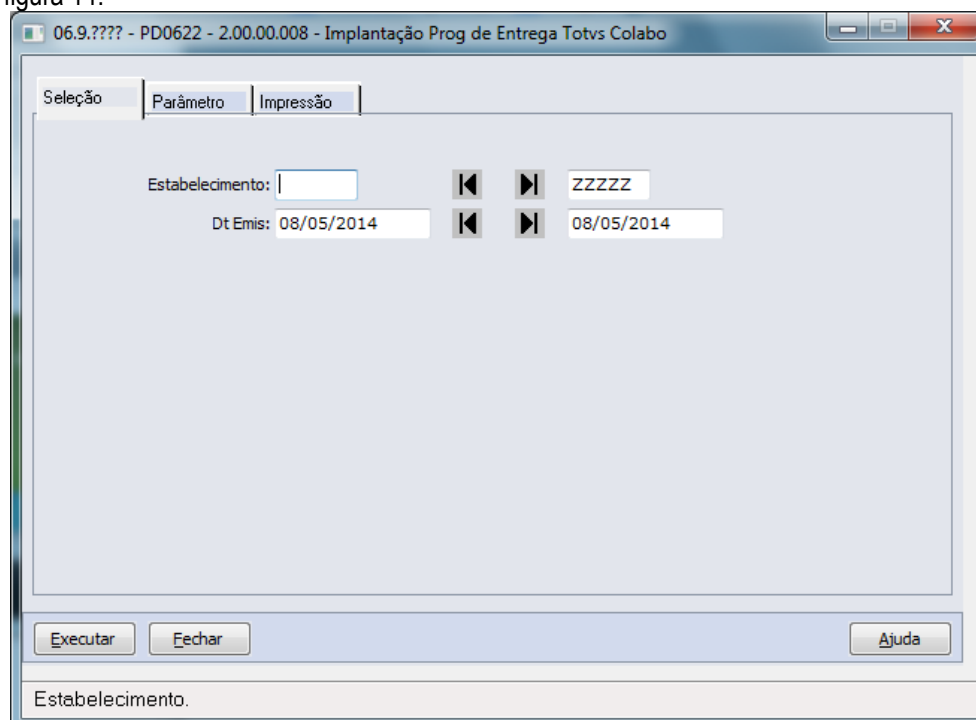

Figura 14 – Implantação de Programação de Entrega
- Recebimento de programação de entrega (exclusivo para o papel de fornecedor) – Realiza a busca da programação de entrega enviada ao fornecedor usuário do ERP Datasul, via TOTVS Colaboração. Ao passar pelo Neogrid esta programação se transforma em programação de entrega e é disponibilizado para busca pelo TSS. O programa que faz a busca e implantação das programações de entrega, por estabelecimento e data de emissão da programação de entrega, conforme figura 14.